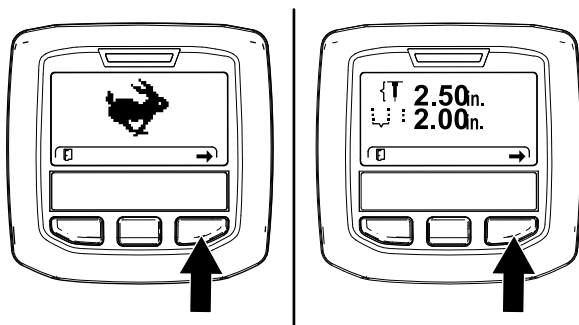
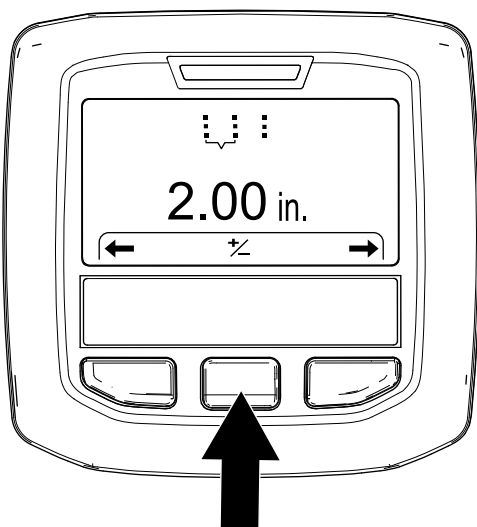

Figura 54
Figura 55
3. Pulse el botón derecho del InfoCenter hasta que se muestre la pantalla Setting the Hole Spacing (Ajuste del espaciado de las perforaciones) (Figura 54 y Figura 55).